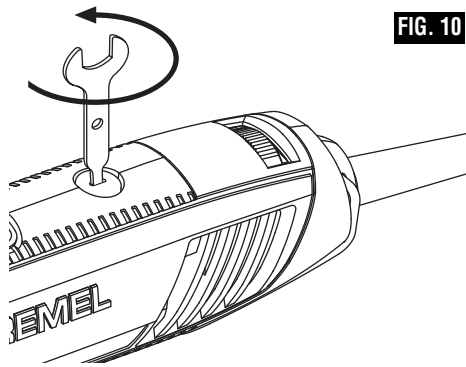

FIG. 10
1. Après avoir débranché le cordon d'alimentation, placez l'outil sur une surface propre. Utilisez l'extrémité tournevis de la clé fournie pour retirer les couvercles des balais en tournant dans le sens inverse des aiguilles d'une montre (Fig. 10).